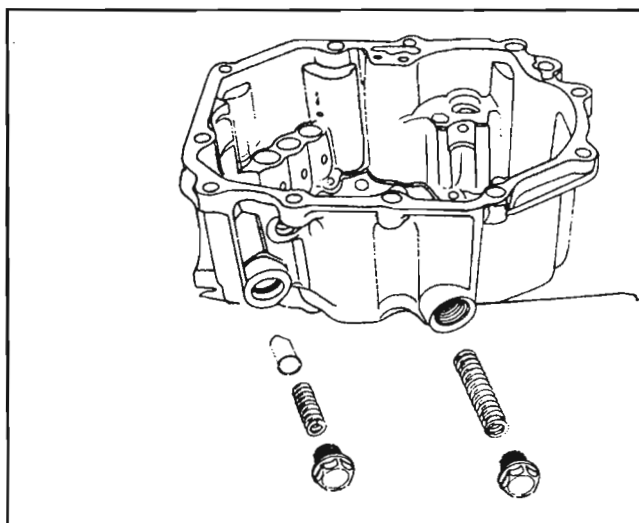

Fig. 45
Destornille el tapón (135) y quite el muelle de la placa de retención de la 5ª (134). Destornille el tapón (135a) y quite el émbolo del fijador de la marcha atrás (137) junto con el muelle (136). *Fig. 45*